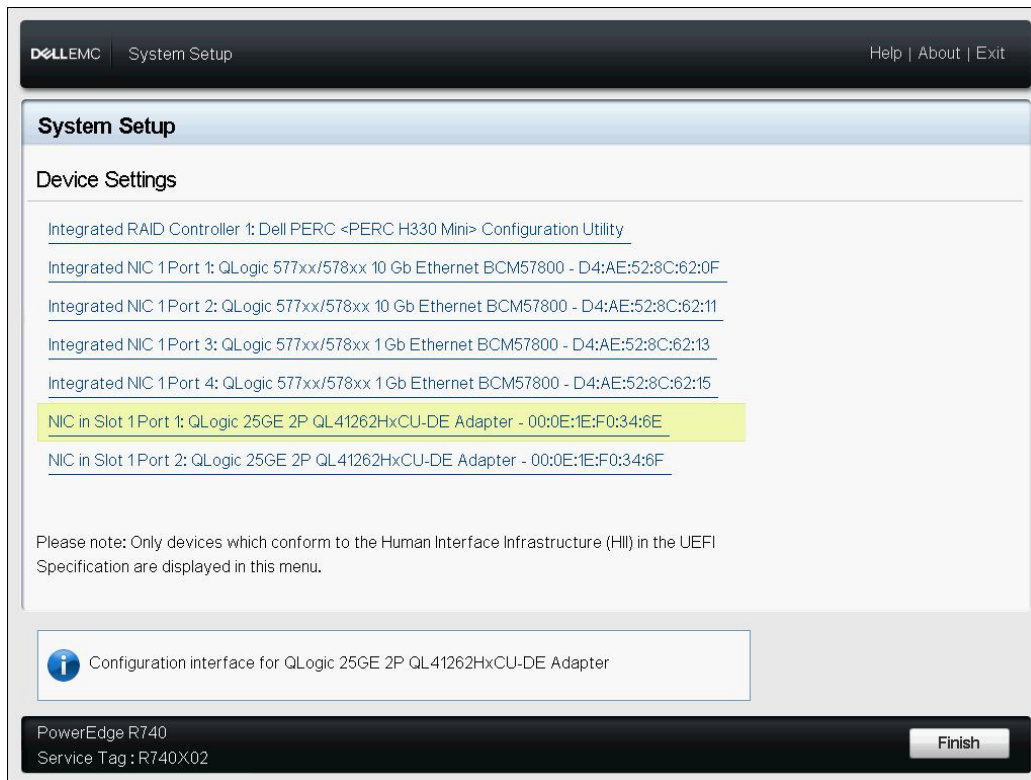

Figure 9-3. Configuration du système : Utilitaire de configuration des paramètres de périphérique
3. Dans Configuration du système, Paramètres de périphérique, sélectionnez le périphérique QLogic (Figure 9-3). Reportez-vous au guide d'utilisation OEM pour accéder au menu de configuration de périphérique PCI.